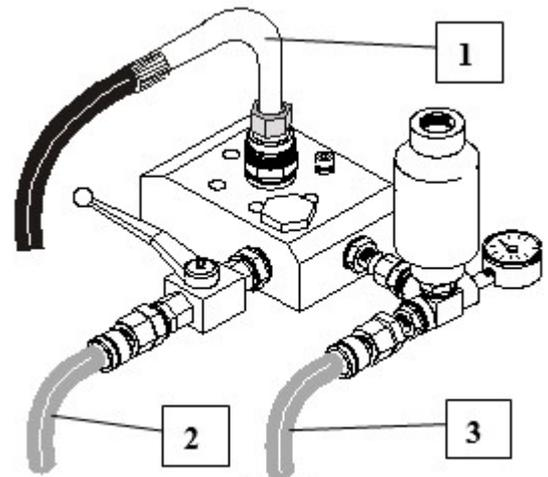

Fig.26
3) Verifique que todas las tuberías estén conectadas correctamente (Fig. 26). De lo contrario, **no encienda la bomba**.